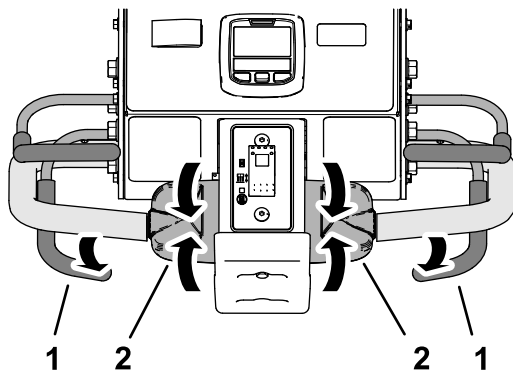

Bild 96
- Wenn Sie den Aerifizierkopf abgesenkt haben, lassen Sie den Aerifizierbügel los (Bild 96).